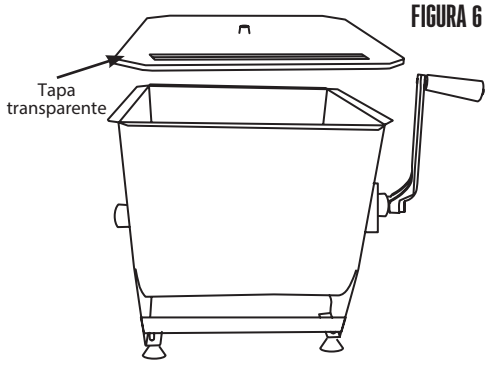

FIGURA 6
12. Coloque la tapa transparente (figura 6). NO use la mezcladora de carne sin colocar la tapa transparente en su lugar. ¡Se pueden producir lesiones graves!